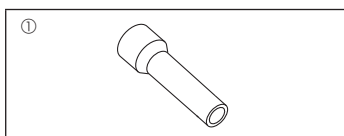

Fig. 1-1
1.6. Accessoires de l'appareil extérieur (Fig. 1-1) (ZRP200/250, P200/250)